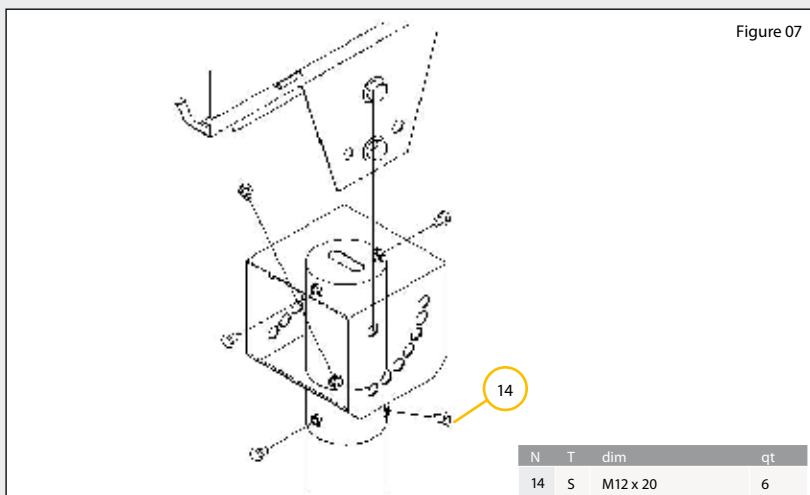

Figure 07
- Serrage de l'ensemble sur le poteau comme ci-dessous figure 07